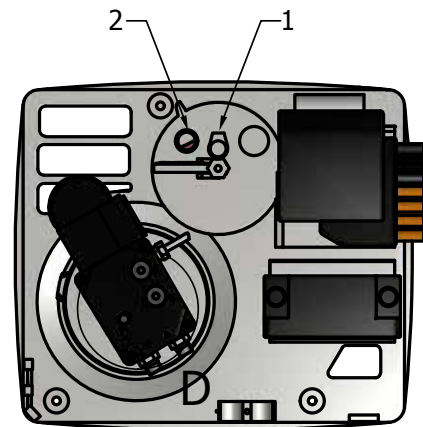
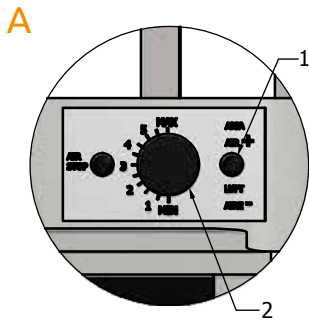

Abb. 7
Abb. 9
- Es ist sicherzustellen, dass die Heizleistung des Brenners korrekt auf die Größe des Kessels abgestimmt ist. Diese Einstellung erfolgt in Abb. 7 Pos. 1 durch Drehen des Schraubendrehers nach links oder rechts.
- Die Ersteinstellung der Luftklappe erfolgt durch Drehen der Einstellschraube Abb. 9 Pos. 1 auf etwa 1 Stufe gemäß Abb. 9 Pos. 2.
Beobachten Sie den Schornsteinausgang des Kessels genau (es darf kein schwarzer oder weißer Rauch zu sehen sein) und stellen Sie die Brennstoffmenge auf eine zufriedenstellende Dosis ein (typische Einstellung von der äußersten linken Position + 1 Umdrehung nach rechts bis 2,5 Umdrehungen nach rechts). Achten Sie besonders darauf, dass die Brenner-Kessel-Einheit nicht mitschwingt (charakteristisches lautes Dröhnen). Wenn der Einstellbereich der Brennstoffpumpe nicht ausreicht, verstellen Sie die Luftklappe – Abb. 9 Pos. 1 (typische Einstellung im Bereich 0,5 – 2,0). Die Einstellung und Feinabstimmung muss mehrmals durchgeführt werden, um die richtige helle Flamme im Fenster für die direkte Flammenansicht zu erreichen, wie in Abb. 7 Pos. 2 dargestellt. Die Zieleinstellung muss an einer warmgelaufenen Maschine während des dritten oder vierten Aufheizens des Kessels (normaler Betriebszustand) erfolgen, während die Feineinstellung den Kaltstart der Maschine betrifft.